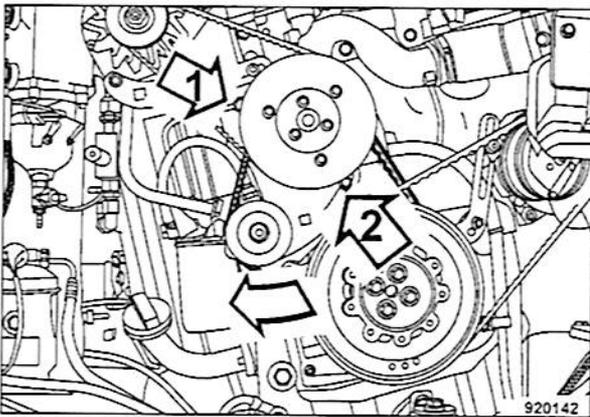

Fig. 165
- Soltar ligeramente los tornillos de fijación 1 y 2 (Fig. 165) situadas en la bomba de combustible.